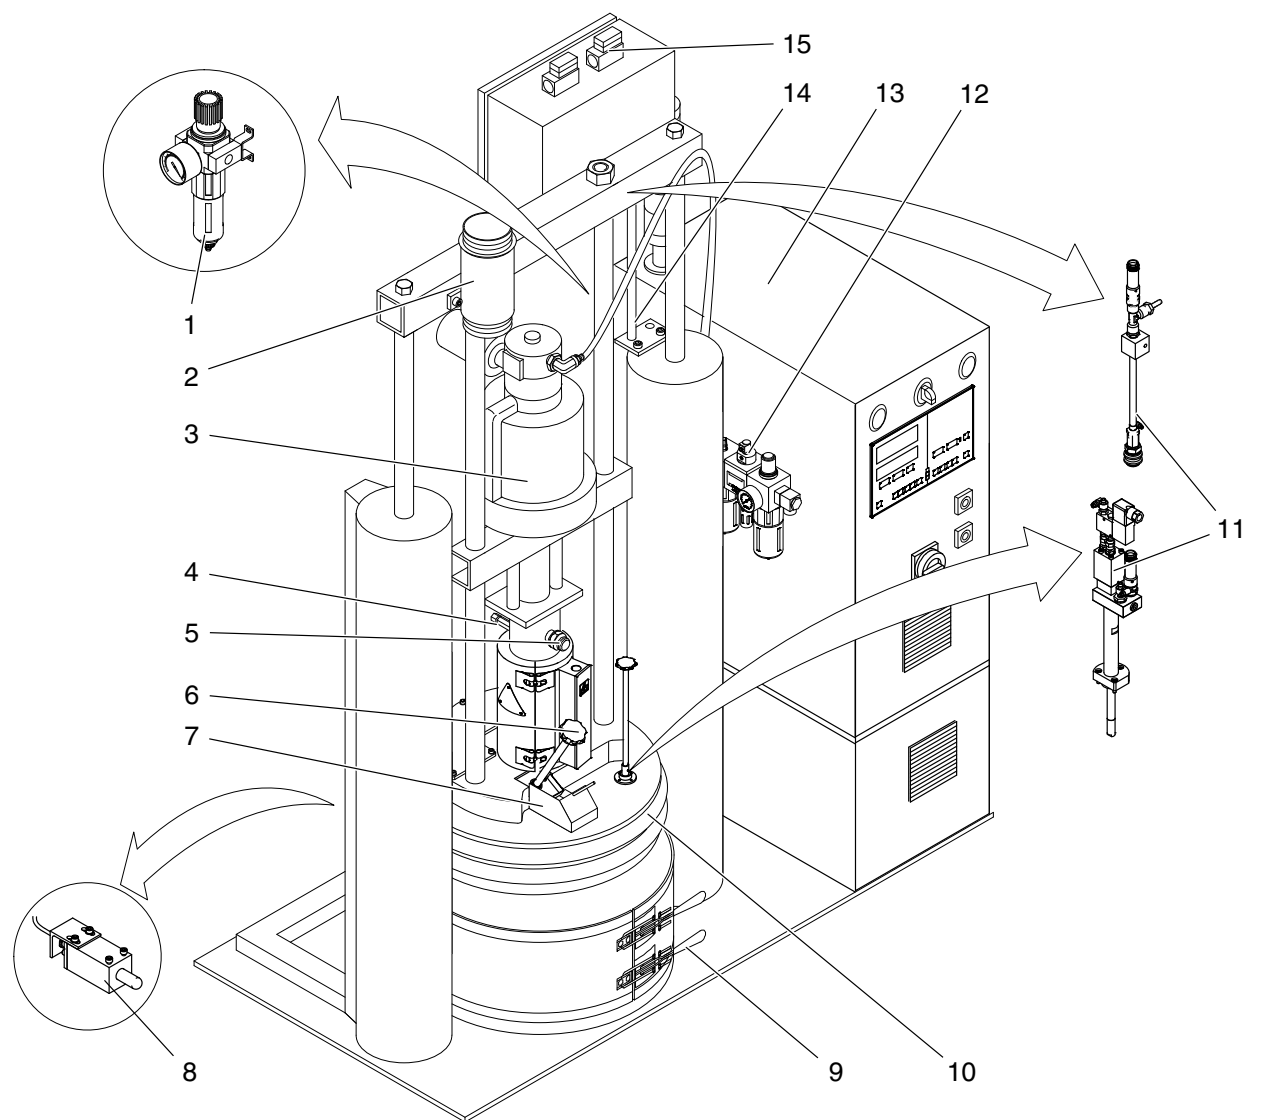

Fig. 2-2
INDICAÇÃO: Para mangueiras, que vão ser ligadas ao cilindro de aquecimento da instalação de fusão para tambores, estão previstas tomadas de ligação das mangueiras situadas na caixa de terminais (item 15, fig. 2-2).